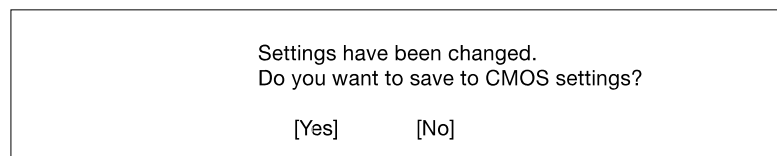

Figure 3-14 Ecran Exit Setup
- Appuyez sur la touche **Esc** pour revenir au menu **System Security**, puis à nouveau sur la touche **Esc** pour quitter l'utilitaire Setup. L'écran **Exit Setup** présenté sur la Figure 3-14 apparaît.